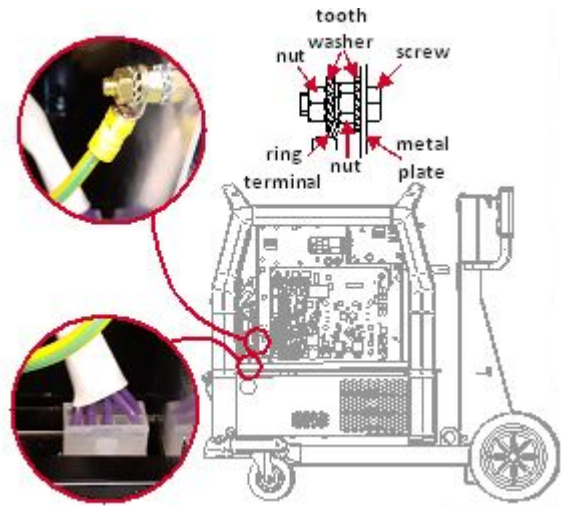

Bild 4
- Anslut den 10-poliga kontakten till uttaget och skruva fast den grön-gula jordledningen till jordningsbulten - skruva loss M6-muttern, ta bort den tandade brickan, installera kabeln, sätt på den tandade brickan och skruva fast M6-muttern. (bild 4).